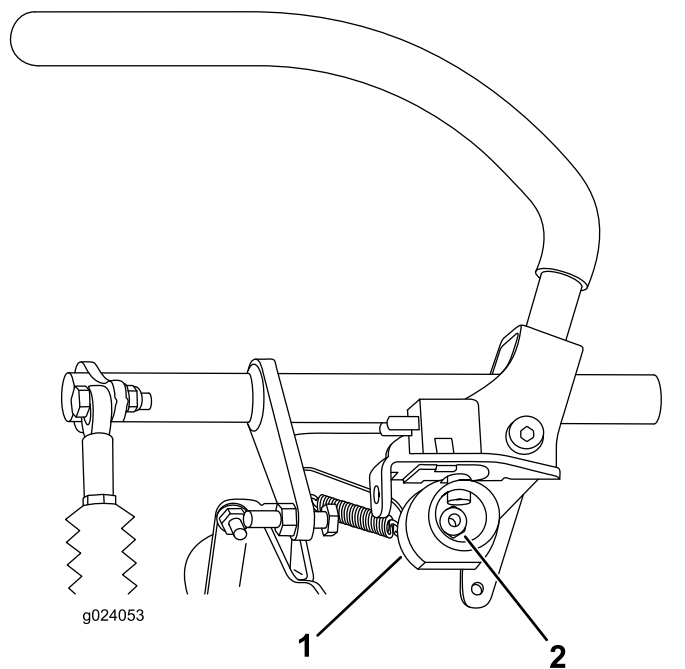

Figure 67
6. Desserrez l'écrou de fixation de la came (Figure 67).